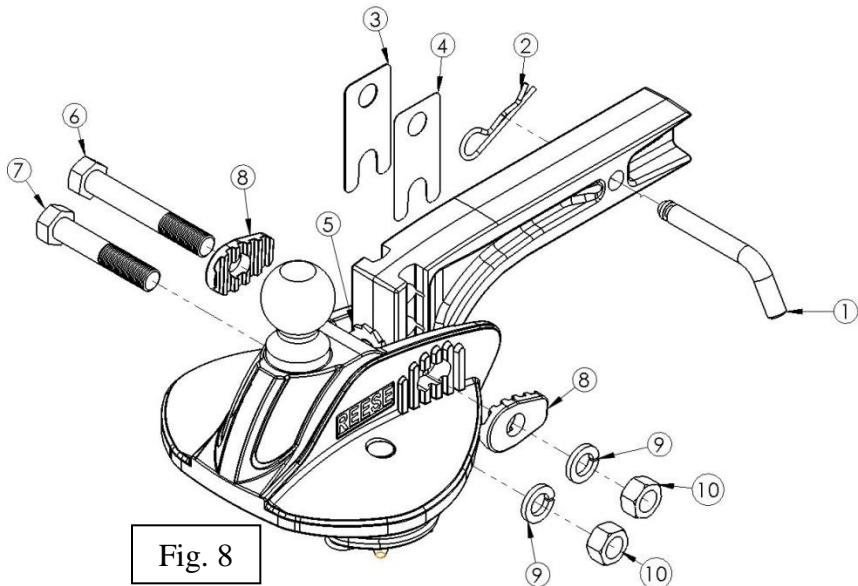

Fig. 8
15. Inserte el perno corto de $\frac{3}{4}$ " a través del orificio inferior del soporte de la esfera y un orificio en la barra de enganche que se posicionará a la parte superior de la esfera de $\frac{1}{2}$ " -1" por encima de la parte superior del acoplador (Ver Fig. 8 y 8A).